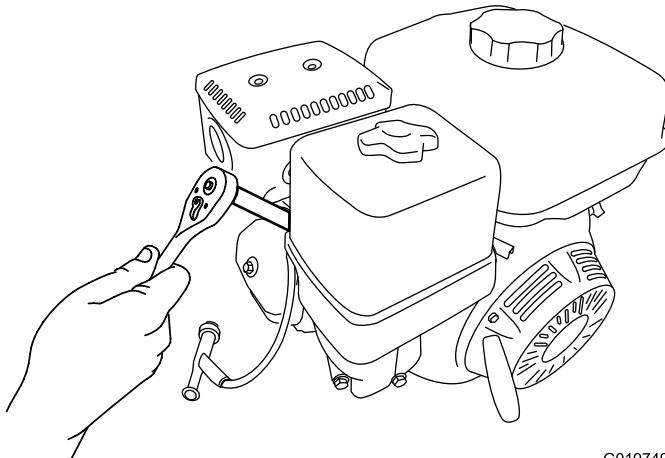

**Figura 39**
1. Mire la parte central de la bujía (Figura 39). Si se observa un color gris o marrón claro en el aislante, el motor está funcionando correctamente.